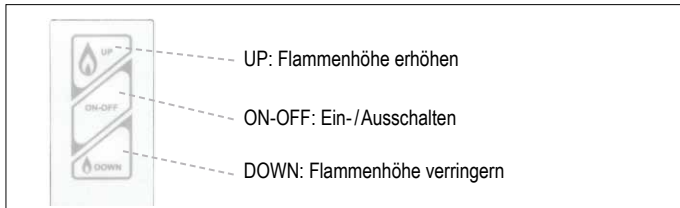

Abb. 19: Touchpad / Wandschalter
- Drücken Sie die Taste **ON-OFF** (siehe Abb. 19), bis ein kurzer Piepton bestätigt, dass die Startsequenz begonnen hat; lassen Sie die Taste los.